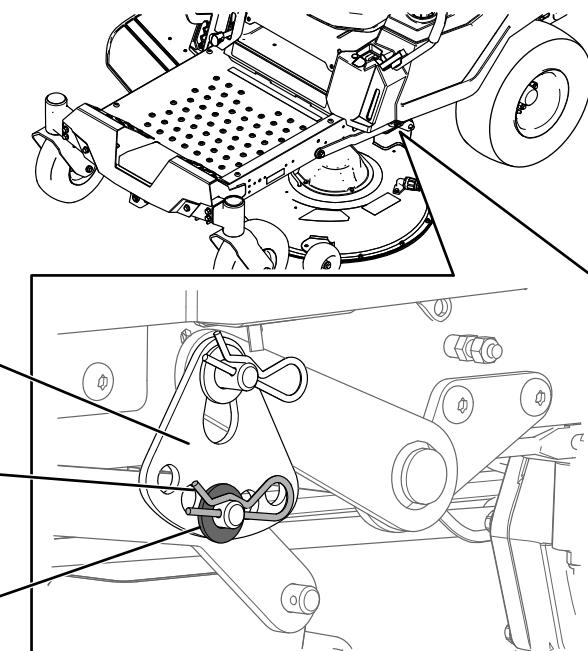

Figura 66
6. Retire la chaveta y la arandela del pasador del brazo de elevación inferior (Figura 66).